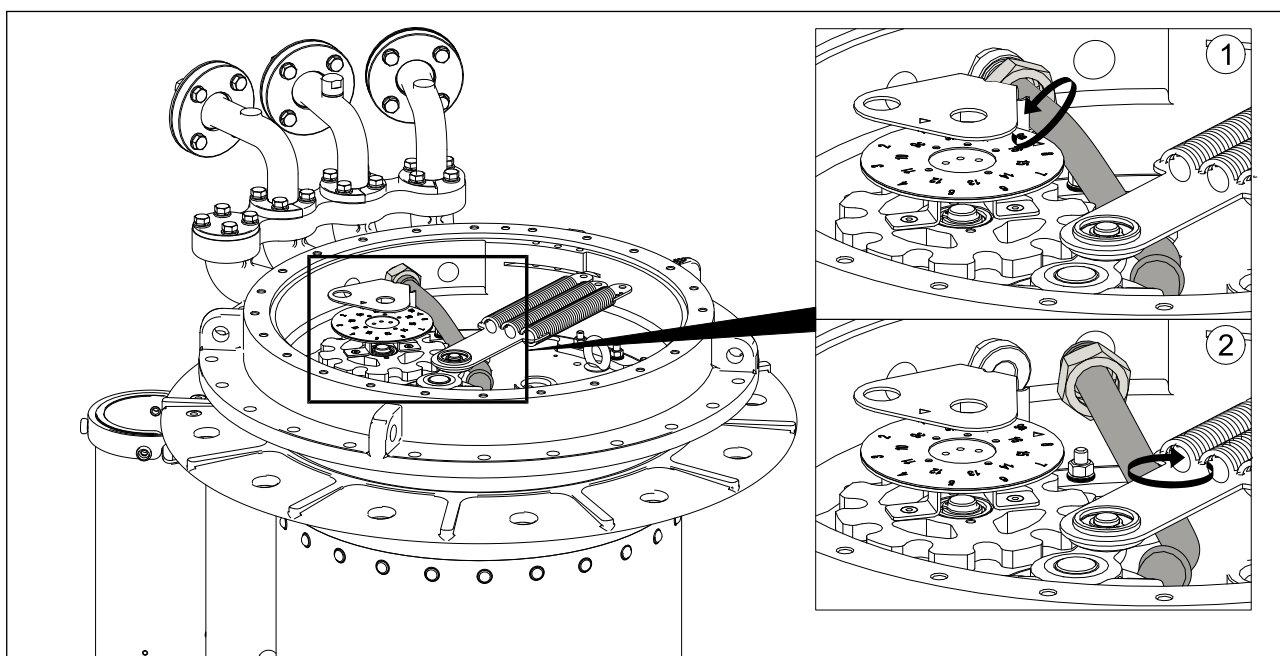

图 5-6 从 OLTC 安装法兰上分离吸油弯管
2. 使用 38mm 开口扳手左旋旋松管螺母后，旋转吸油弯管直至与 OLTC 安装法兰不产生干涉（见图 5-6）。